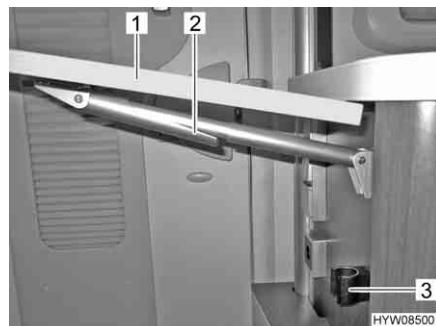

Fig. 53 Chiusura del tavolo ribaltabile su bancone
- Afferrare il tavolo ribaltabile su bancone (Fig. 53,1) sull'esterno e sollevarlo leggermente. Con l'altra mano ruotare e abbassare il dispositivo di fissaggio (Fig. 53,2) sul supporto telescopico.
- Abbassare il tavolo ribaltabile, finché il supporto telescopico non ingranà nel supporto (Fig. 53,3).